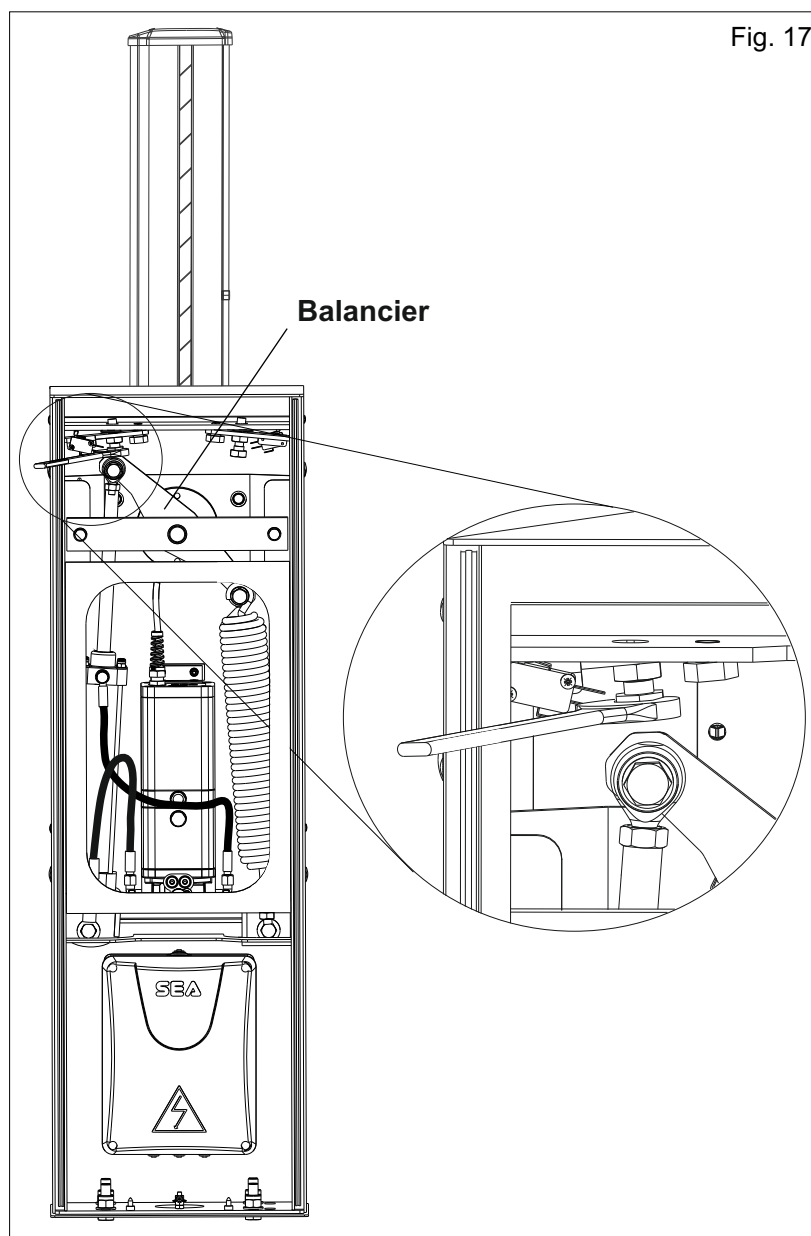

Fig. 17
- Desserrez les vis de fin de course en dévissant les écrous de serrage des butées mécaniques (Fig. 17)
- Dévissez ou serrez les vis de fin de course afin que la lisse soit parfaitement verticale en ouverture et en position parfaitement horizontale en fermeture (Fig. 17)